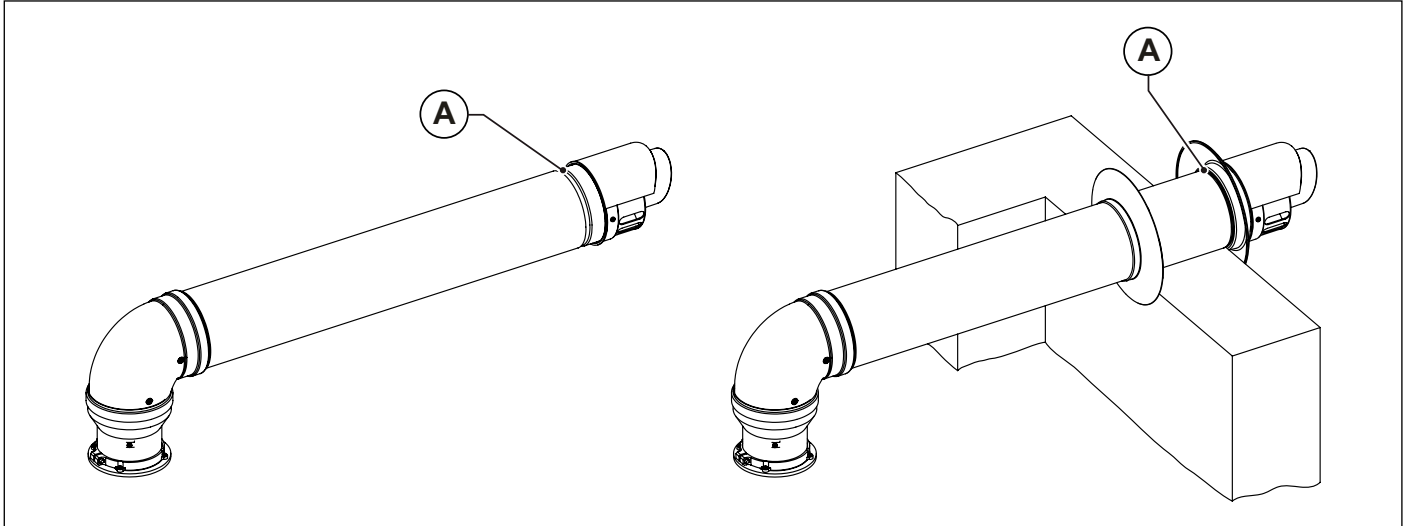

Fig. 10 Instalación terminales en el pared
Los terminales de aspiración de aire y evacuación de los humos, desdoblados y coaxiales, están dotados de un canal (A) en la parte final para la fijación del rosetón externo (ver Fig. 10 Instalación terminales en el pared).